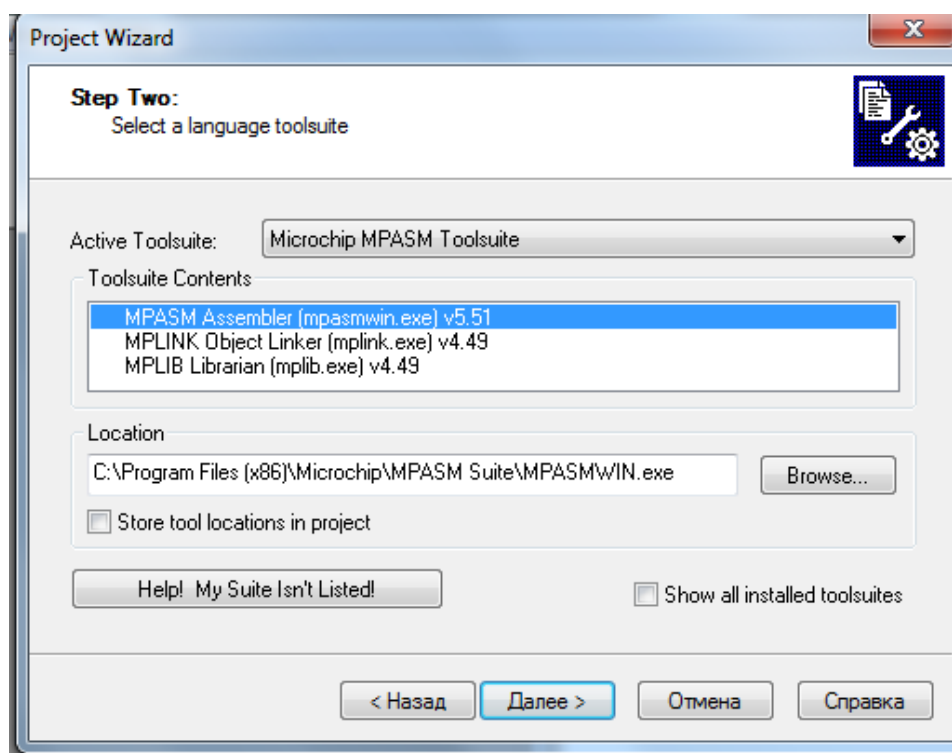

Рис.3.24. Выбор инструментов языка
13. В окне установки инструментов языка выбираем *MPASM Assembler [mpasmwin.exe]v5.51* (рис.3.24)